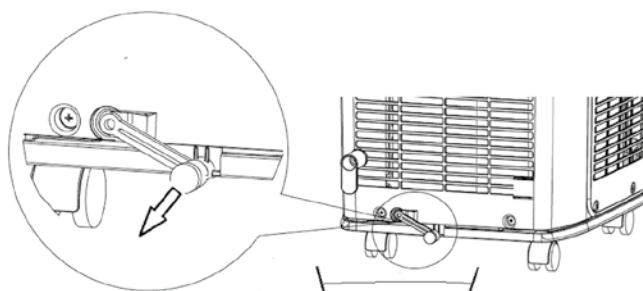

Figura 13
- 4 Extraiga el tapón de goma del desagüe y deje que salga el agua ($\pm 0,5$ L), figura 13.